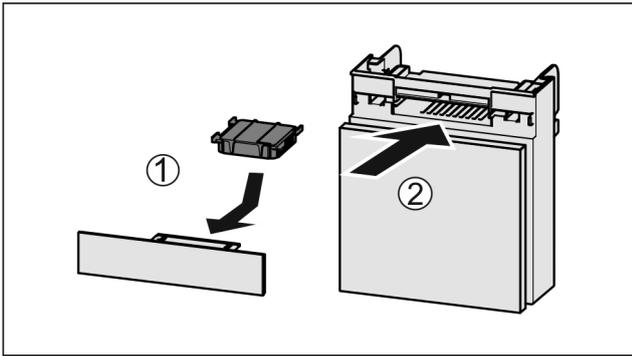

Fig. 35
- ▶ Umetnite filter s aktivnim ugljenom kao što je prikazano na slici Fig. 35 (1).
- ▶ Umetnite pretinac Fig. 35 (2).